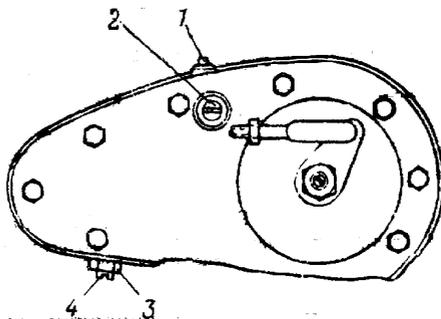

Рис. 29. Натяжение передней цепи:
2. Отвернуть пробки 1 и 2 контрольного (рис. 29) и заливного отверстий, расположенных на крышке картера передней цепи.